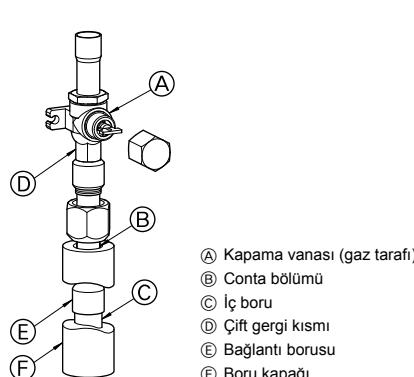

Fig. 4-3
③ Gaz boruları bağlantısı için aşağıdaki yöntemini kullanın. (Fig. 4-3)